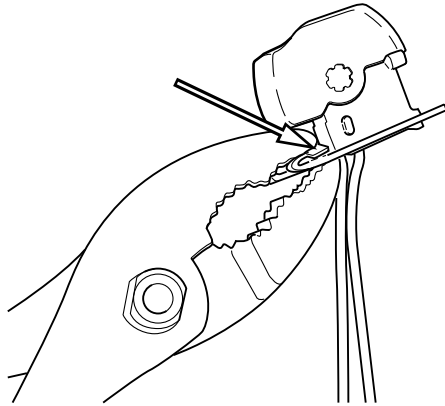

Abbildung 2. Arretierlasche biegen
7. Siehe Abbildung 2. Den Schalter durch Biegen der Arretierlasche über den Flansch auf der Vorderseite des Schalters an der Befestigungshalterung sichern.